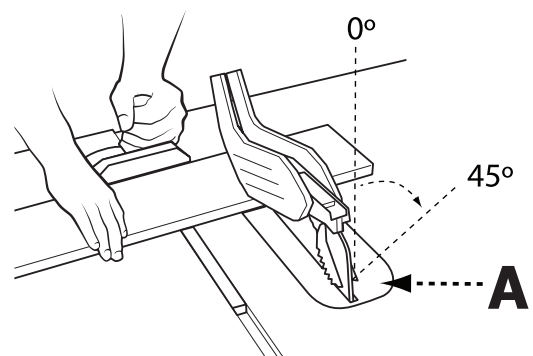

FIGURE 26
POUR EFFECTUER UNE COUPE TRANSVERSALE, CONSULTEZ LA FIGURE 26 ET SUIVEZ CETTE PROCÉDURE :
Les coupes transversales d'onglet sont pareilles aux coupes transversales sauf que l'angle de l'onglet (B) est réglé à un angle autre que 90° (figure 26).